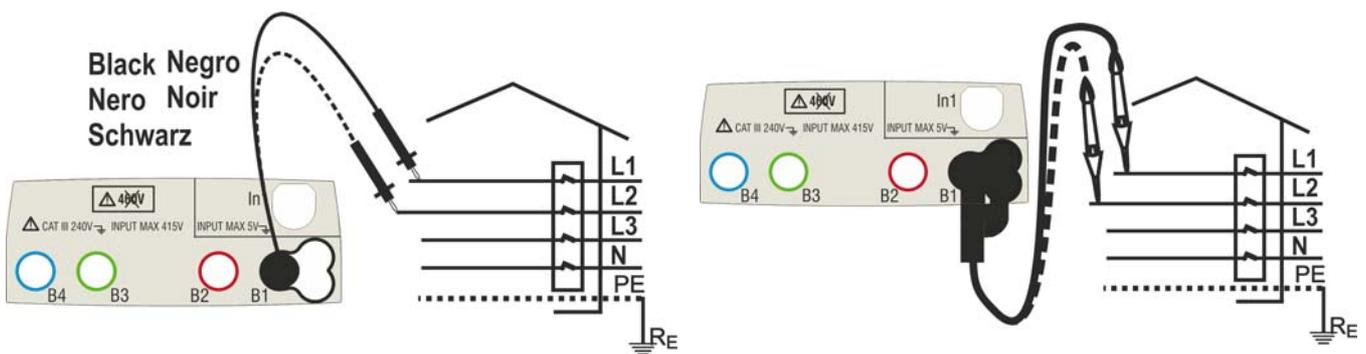

Fig. 22: Verifica del senso ciclico delle fasi 1T con terminale e puntale remoto
3. Inserire i connettori blu e nero dei cavi singoli nei corrispondenti terminali di ingresso dello strumento B4, B1 (misura 2T). Inserire all'estremità dei cavi rimasta libera i corrispondenti coccodrilli o puntali. Eventualmente utilizzare il puntale remoto inserendone il connettore multipolare nel terminale di ingresso B1. Connettere i coccodrilli, puntali o il puntale remoto alla fase L1 e N in accordo alle Fig. 22 e Fig. 23
In queste condizioni connettere i coccodrilli, puntali o il puntale remoto alla fase L2 e N in accordo alle Fig. 22 e Fig. 23